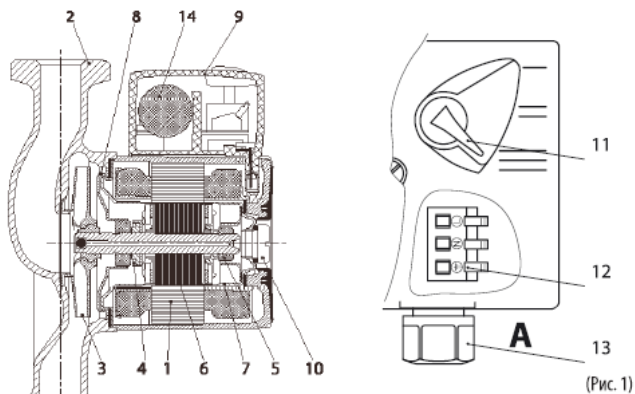

Рис. 1. Общий вид электронасоса.
Переключение скоростей производится механически путем поворота переключателя скоростей Поз.11 на Рис.1
- Отвернуть резьбовую пробку Поз.10 (Рис.1) для удаления воздуха